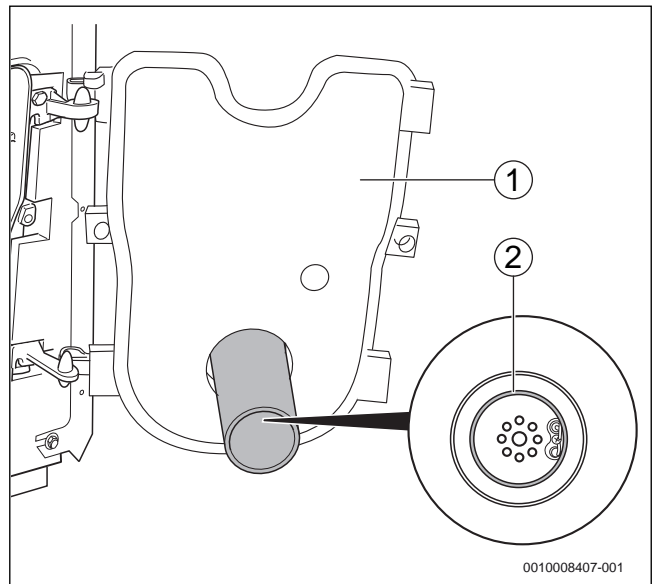

Рис. 42 Проверка правильной установки уплотнения
- ▶ При открытой дверце горелки (→рис. 42, [1]) проверьте правильную установку уплотнения (→рис. 42, [2]).
- ▶ Закройте дверцу горелки (→рис. 42, [1]) и затяните крепёжные винты дверцы (момент затяжки около 10 Нм).